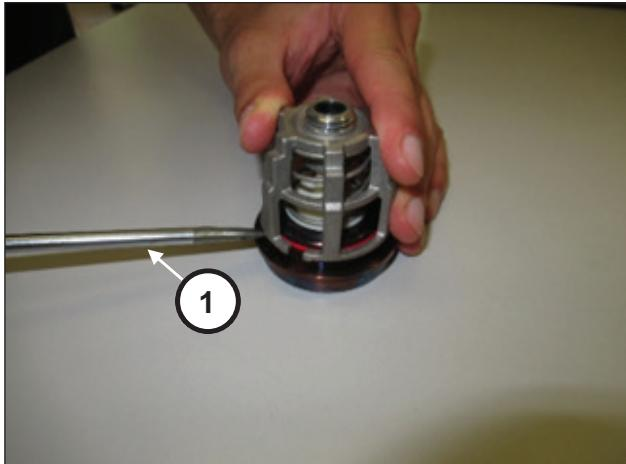

Рис. 106
Демонтируйте узлы всасывающих и нагнетательных клапанов, используя в качестве рычага простые инструменты (поз. ①, Рис. 106).